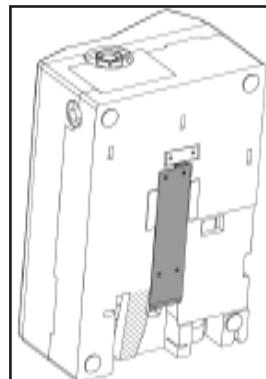

Bild 1
- Biegen Sie die untere Haltelasche (schräffierte Fläche) zur Seite und ziehen die Wandhalterung (grau eingefärbt) nach unten heraus, siehe Rückansicht Bild 1.